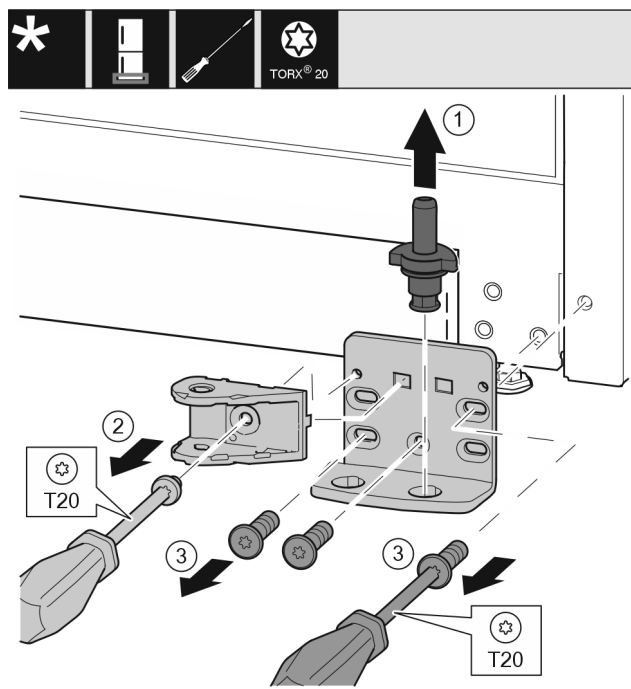

Fig. 35 *
- Ložiskový čep Fig. 35 (1) celý vytáhněte nahoru.*
- Šroubovákem vyšroubujte šrouby Fig. 35 (2) a sejměte spojení tlumiče zavírání.*
- Šroubovákem vyšroubujte šrouby Fig. 35 (3) a sejměte stojan ložiska.*